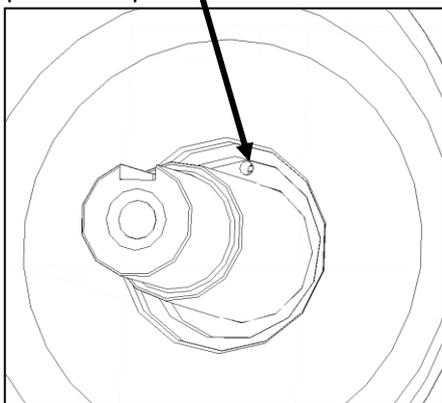
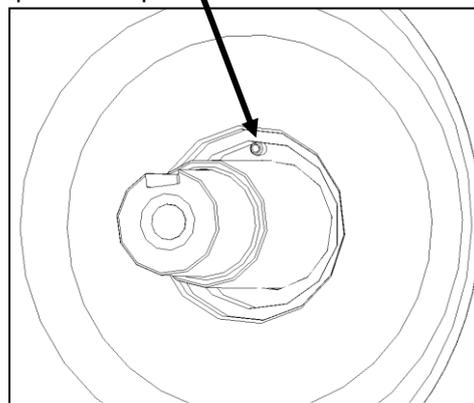
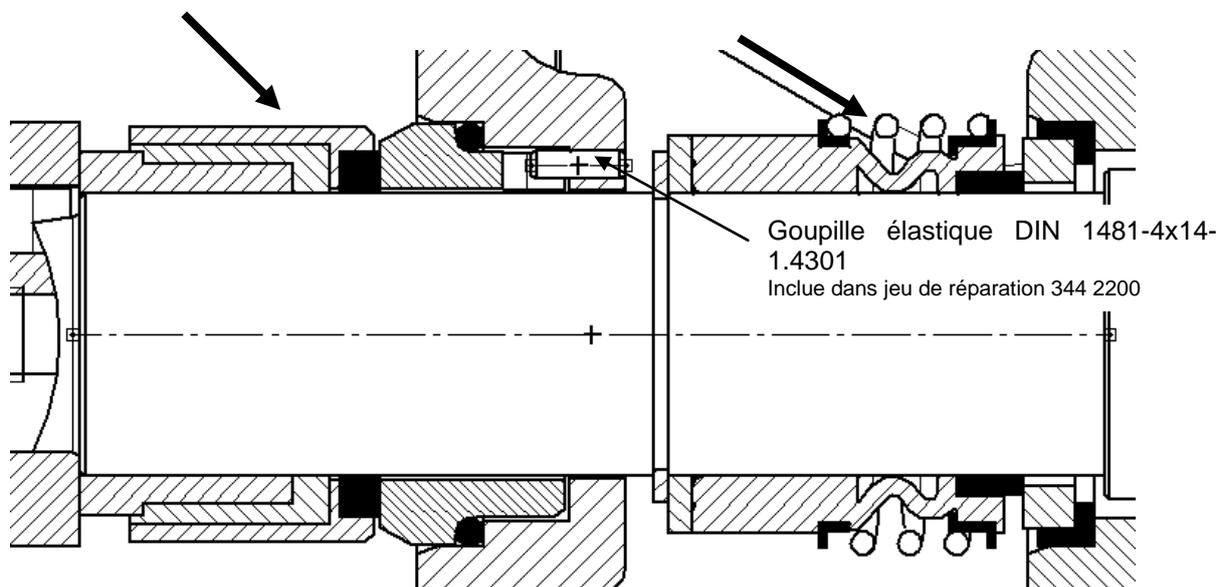

Figure 15: ESP contre-anneau sans segment d'arrêt
Figure 16: CSP contre-anneau avec segment d'arrêt
Figure 19: situation de montage des garnitures mécaniques HJ 977 et MG12, côté moteur
- 1) Le segment d'arrêt pour le contre-anneau dans le logement du joint est monté seulement avec la garniture mécanique HJ 977 du type de pompe CSPH (figure 16)! Aucune goupille élastique n'est montée dans la garniture mécanique MG12 du type de pompe ESPH (figure 15), parce que celle-ci empêcherait le fonctionnement du joint. Situation de montage, voir figure 19.